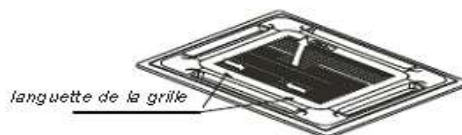

Fig.4-9
- Faites glisser les deux languettes de la grille vers le milieu en même temps et tirez-les ensuite vers le haut (Voir Fig. 4-9).